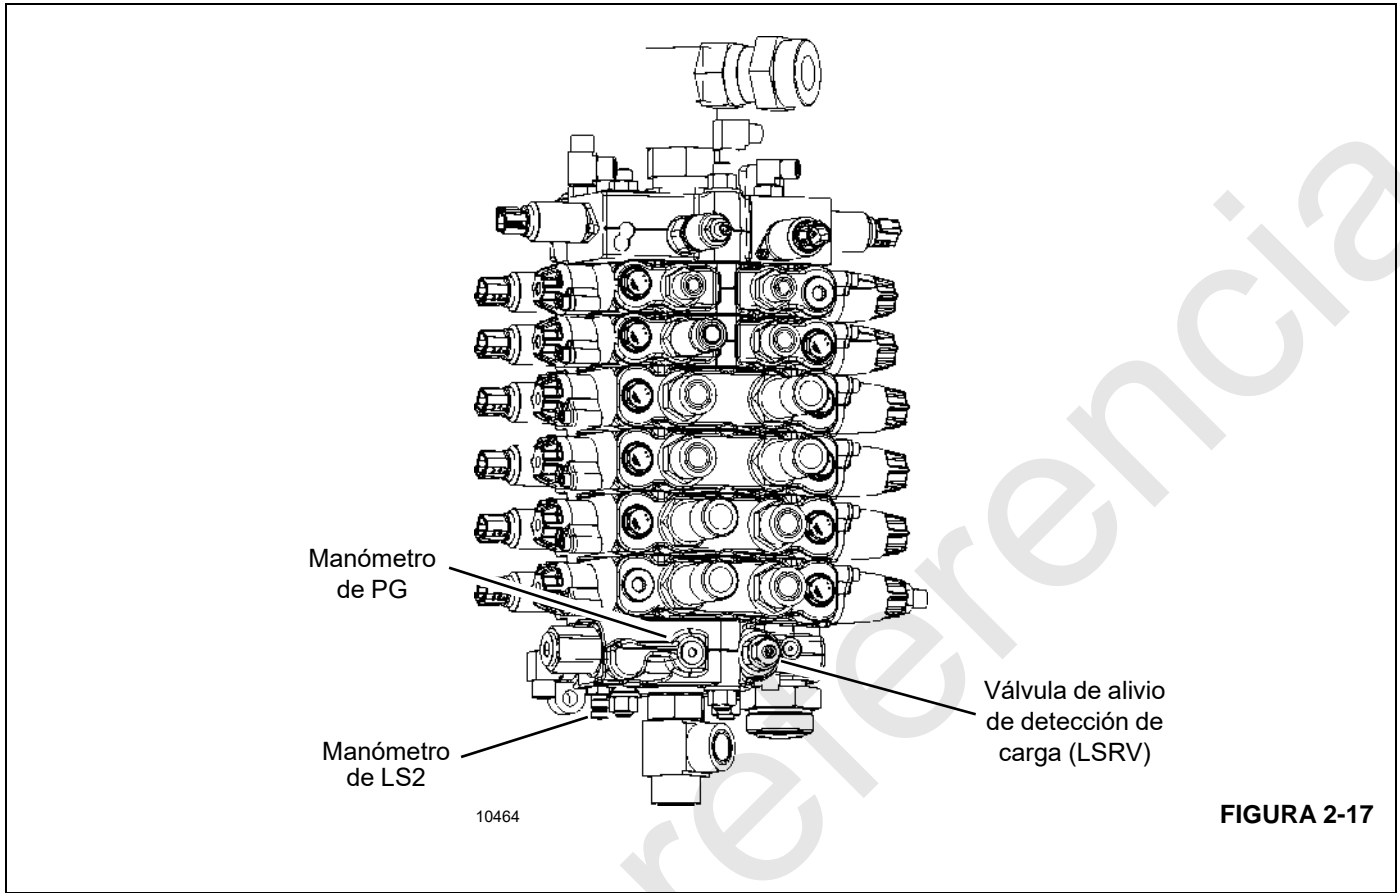

FIGURA 2-17
7. Instale un manómetro en la lumbrera de presión de la bomba PG en la válvula de control de sentido como se ilustra en Figura 2-17.
8. Instale un manómetro en la lumbrera de presión de detección de carga LS2 en la válvula de control de sentido como se ilustra en Figura 2-17.
Para establecer la presión máxima de la bomba, la válvula de alivio de detección de carga (LSRV) (que se muestra en Figura 2-17) debe elevarse al ajuste de presión máxima en la válvula de control principal según el procedimiento en *D. Ajuste de la presión de la válvula de alivio de detección de carga (LSRV) (válvula de control de sentido)*, página 2-29, luego la presión máxima de la bomba se puede ajustar a través del tornillo de ajuste de PC en la bomba.
2. Asegúrese de que el manómetro esté en la lumbreira de manómetro de PG. (Figura 2-17)
2. Asegúrese de que el manómetro esté en la lumbrera de manómetro de detección de carga LS2 (Figura 2-17).
1. Afloje la contratuerca hexagonal de 3/4 pulg en la LSRV (Figura 2-17).